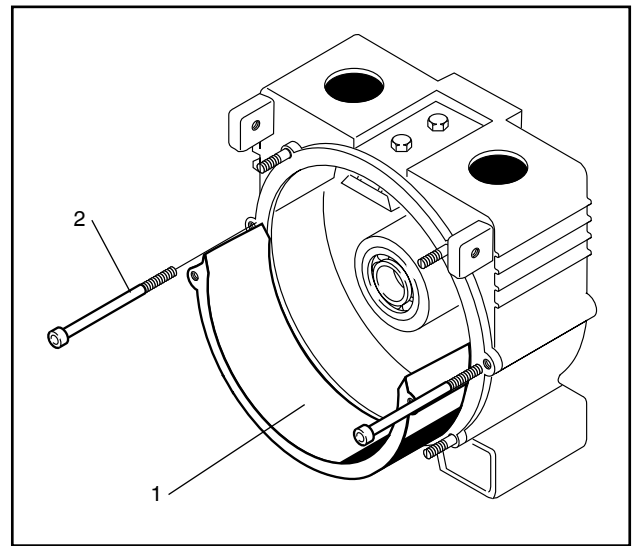

Fig. 15
- Desenrosque los dos tornillos del cojinete de empuje (n.º de pieza 1020, Fig. 8) y levante el cojinete para sacarlo de la carcasa (Fig. 15).